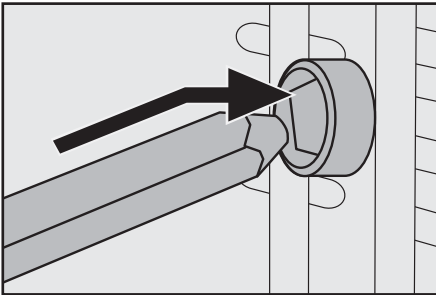

Fig. 1 : Glissez le tournebroche **16** dans l'entraînement **1**.
■ Glissez d'abord l'extrémité du tournebroche **16** sans rainure dans l'entraînement **1** (fig. 1) :